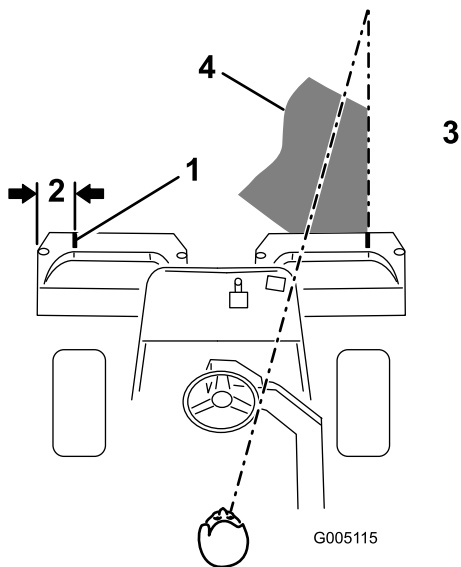

Figura 12
2. Coloque uma fita branca ou pinte um tira em cada um dos cestos, paralelamente à extremidade exterior de cada cesto (Figura 12).